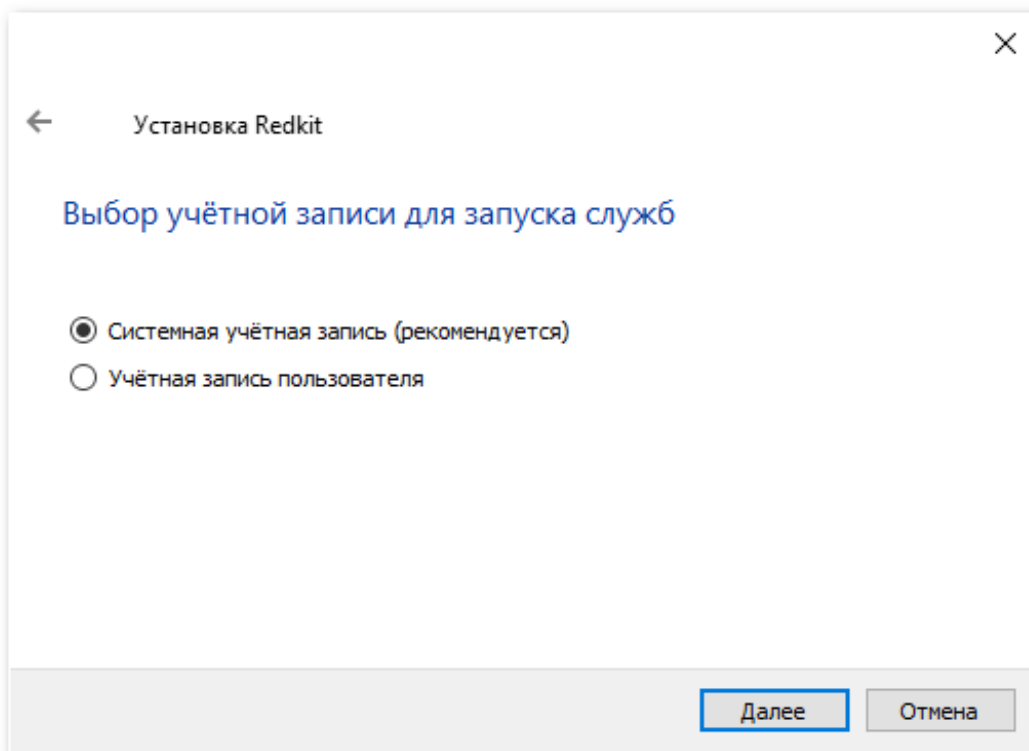

Рисунок 21 - Системная учётная запись
5. Выберите **Системная учётная запись** и нажмите **Далее** (Рисунок 21).